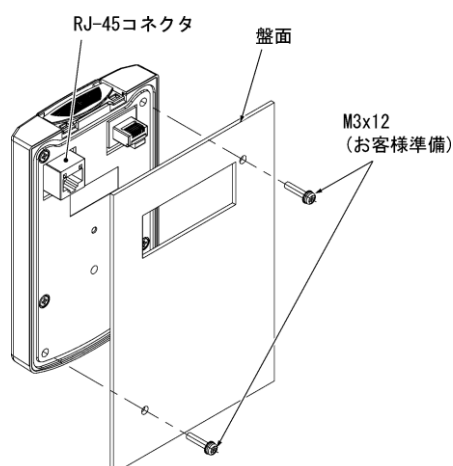

図2.3-7 タッチパネルの取付け
- (2) タッチパネルを、ねじ 2 本で盤面に取り付けます。(図 2.3-7 参照)